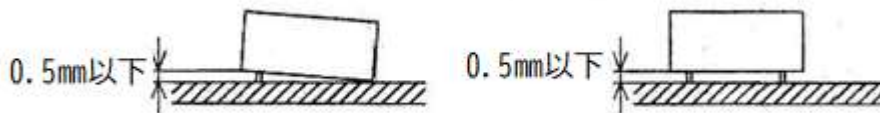

図2 ICソケット等の浮き上がり限界
- ② コネクタ、トグルスイッチ、タクトスイッチ等は、止まりがあるものは止まりまで差し込み、止まりがないものは基板に密着して取り付けること。なお、浮き上がり限界は図2に示すとおりとし、底面に突起がある場合は突起の先端からの寸法とする。